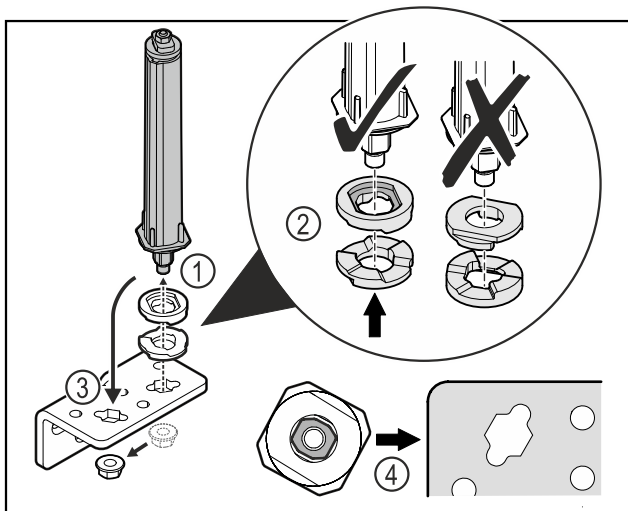

Fig. 31
- ▶ Oldja ki az anyát, és távolítsa el az ajtózáro rendszert Fig. 31 (1).
- ▶ Ügyeljen a magasságállító alátétek helyes beigazítására Fig. 31 (2).
- ▶ Helyezze át az ajtózáro rendszert a zsanérírdomban, és rögzítse az anyával Fig. 31 (3).
- ▶ Behelyezéskor ügyeljen az ajtózáro rendszer helyes beigazítására Fig. 31 (4).